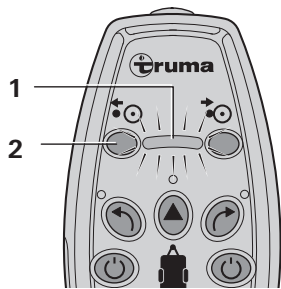

Figura 7
– Pulsar durante 5 segundos el botón (figura 7 - 2) del mando a distancia y soltarlo. El rodillo impulsor retrocede. Una vez que el rodillo impulsor ha retrocedido completamente, para concluir el proceso se mueve de nuevo hacia adelante unos milímetros para descargar el sistema mecánico. Se debe esperar a este proceso. La indicación (figura 7 - 1) parpadea durante el proceso.